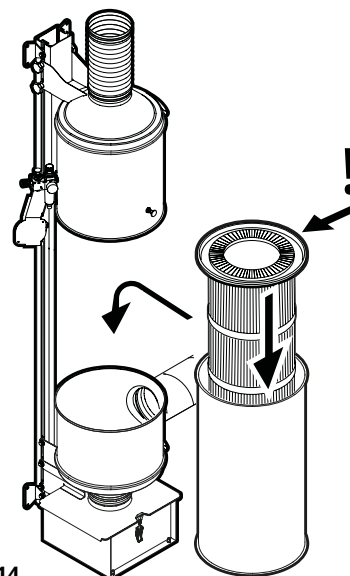

Fig. 14
9. Vuelva a dar la vuelta a la carcasa del filtro, colóquela sobre una superficie plana e introduzca un nuevo filtro del cartucho CFS 149W3 (**Fig. 14**).